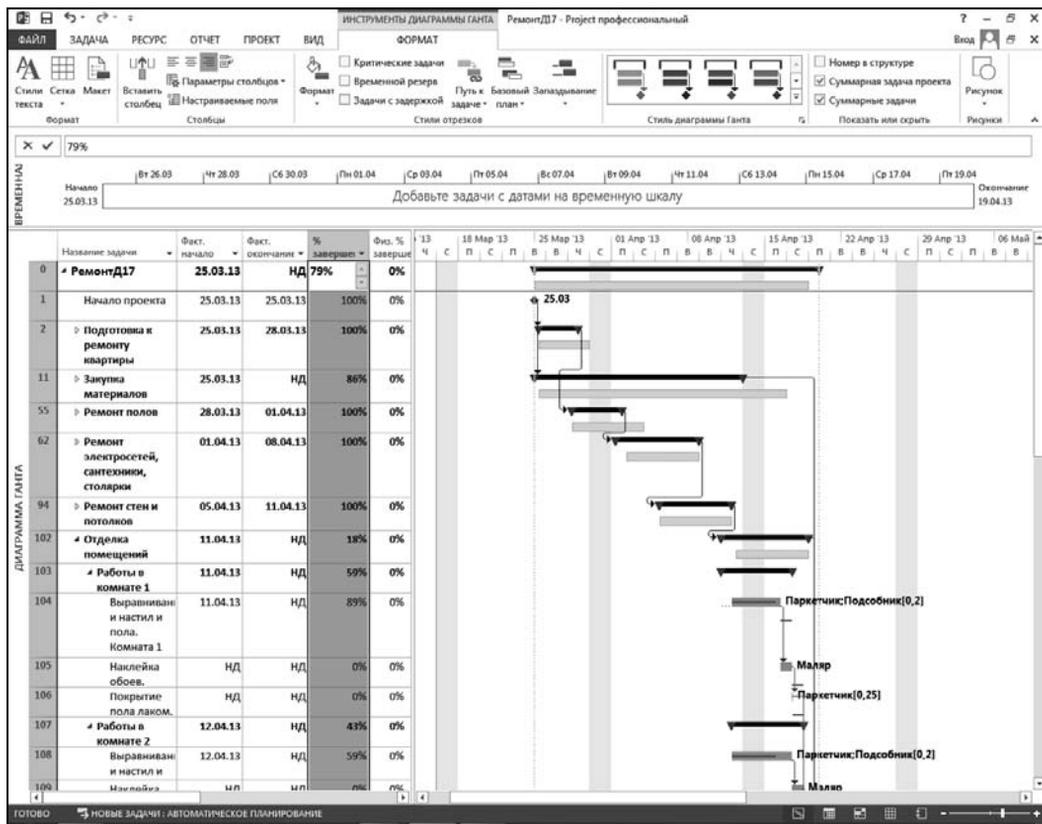

Рис. 8.6. Окно диаграммы Ганта с отрезками задач базового плана
7. Для применения выбранного режима форматирования нажать кнопку **ОК**. Вид диаграммы Ганта после свертывания основных суммарных задач показан на рис. 8.6.
Визуальный анализ линейной диаграммы, пример которой приведен на рис. 8.6, способен легко выявить отклонения хода работ от запланированного. Например, построенная в результате выполнения *алгоритма 8.7* диаграмма Ганта позволяет сделать вывод о том, что имеющиеся отклонения для проекта пока не опасны. Особенно эффективны действия, описанные в *алгоритме 8.7*, в сочетании с мерами по сокращению критического пути, который будет рассмотрен в соответствующем разделе данной главы.